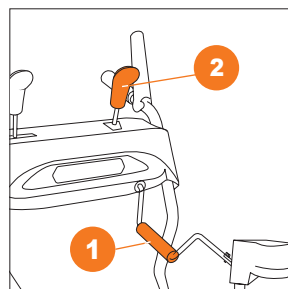

Рис. 41
- Модель **S 6560 / S 7565** для выбора направления выброса снега вращайте рукоятку 1, дальность выброса регулируйте перемещением рычага регулировки 2 (Рис. 41).